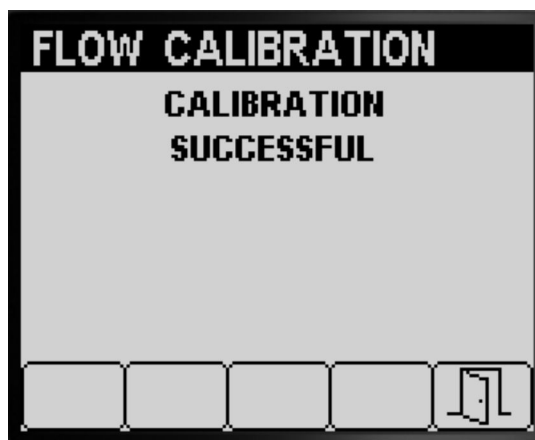
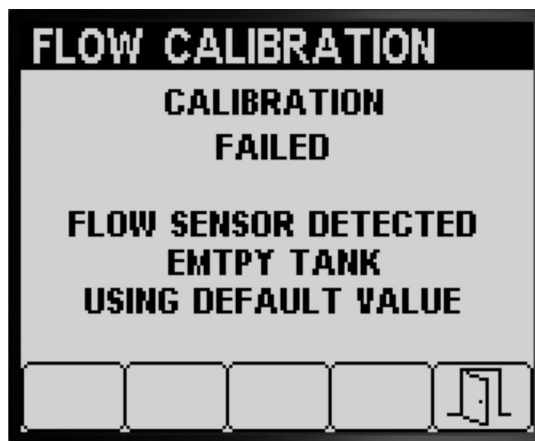

图 55
图 56
- 确认流量校准成功的消息将显示图 55。
3. 按 5 号按钮可退出 Speed Calibration 速度校准屏幕图 55、图 56 和图 57。